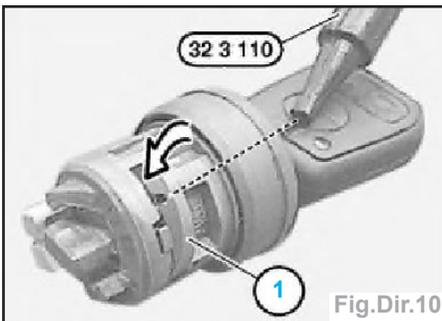

Fig.Dir.10
**Nota** : l'outil 32 3 110 déverrouille le verrou (1) et libère le barillet. Tourner éventuellement l'outil dans l'orifice (Fig.Dir.10).